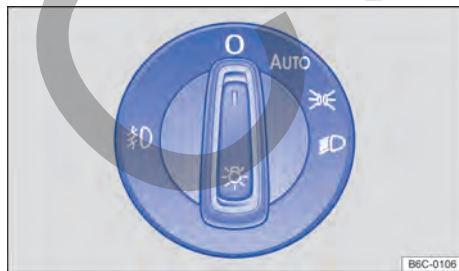

Fig. 71 Al lado del volante: interruptor de luces (una variante).
- **Encender el fano de neblina** \Rightarrow : Tire del conmutador de las luces hacia afuera \rightarrow fig. 71, hasta la primera ranura. La luz de control \Rightarrow se enciende en el conmutador en color verde.